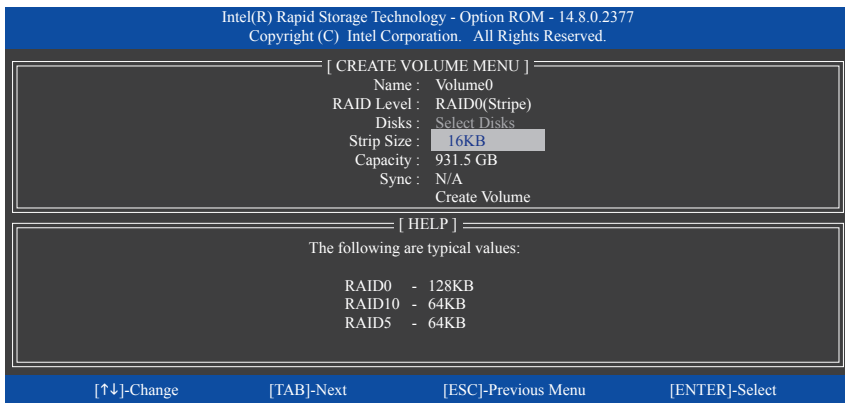

図 16
**Disks** の項目で、RAID アレイに含めるハードドライブを選択します。取り付けたドライブが 2台 のみの場合、ドライブはアレイに自動的に割り当てられます。必要に応じて、ストライプブロックサイズ (図 16) を設定します。ストライプブロックサイズは 4 KB~128 KB まで 設定できます。ストライプブロックサイズを選択してから、<Enter> を押します。